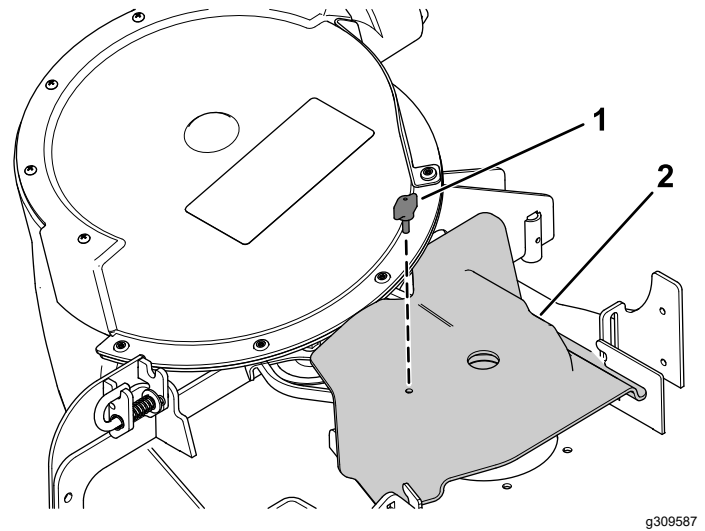

Bild 48
2. Setzen Sie die Gebläseriemenabdeckung auf den Gebläseriemen und befestigen sie mit dem Handrad (Bild 48).